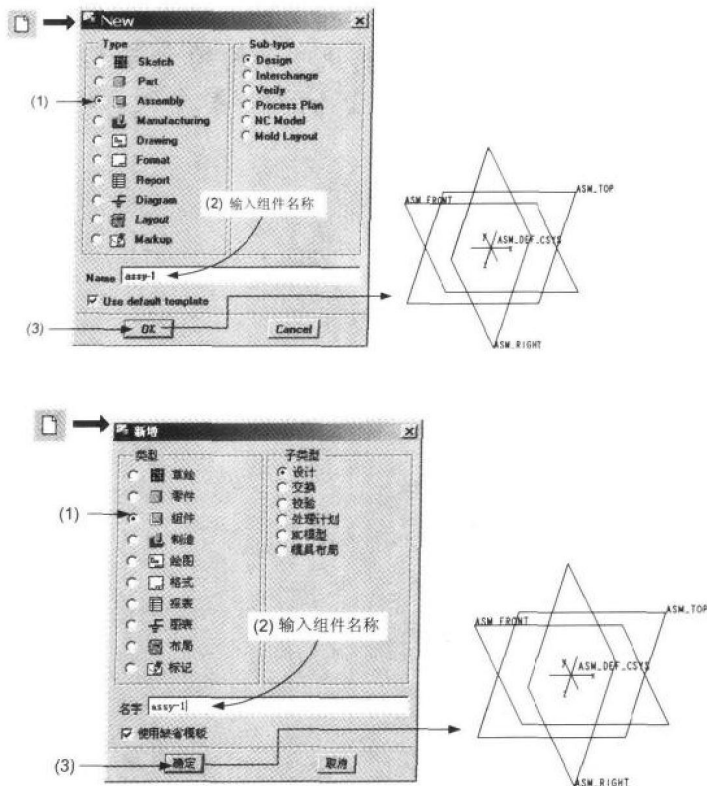

图 1.1
- 使用缺省的组件设计模板：在 Type(类型)选项区域选 Assembly(组件)，输入组件名称，直接单击 OK(确定)按钮，则系统自动产生互相垂直的三个基准平面 ASM_FRONT、ASM_RIGHT、ASM_TOP 及坐标系 ASM_DEF_CSYS，如图 1.1 所示(注意：须在 config.pro 中将 template_designasm 设定为 mmns_asm_design.asm，才能使缺省的装配模板为公制单位 mmns。读者可将本书所附光盘内的 config.pro 复制到 Pro/ENGINEER 安装的目录下的 \text 目录或 Pro/ENGINEER 的缺省工作目录下，即可得到上述的设置)]